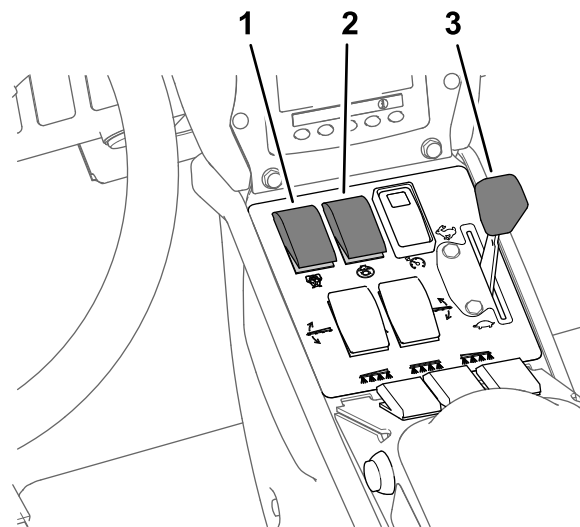

Figura 37
8. Ponga el interruptor de agitación y el interruptor de la bomba de fumigación en la posición de ACTIVADO (Figura 37).
9. Mueva el acelerador a la posición de RÁPIDO (Figura 37).
Nota: Este procedimiento supone que la bomba de fumigación está activada; consulte Figura 37, en Fumigación en el Modo de caudal de aplicación (página 36).
4. Ajuste el acelerador a la velocidad de motor deseada para la fumigación; consulte Figura 37, en Fumigación en el Modo de caudal de aplicación \(página 36\).